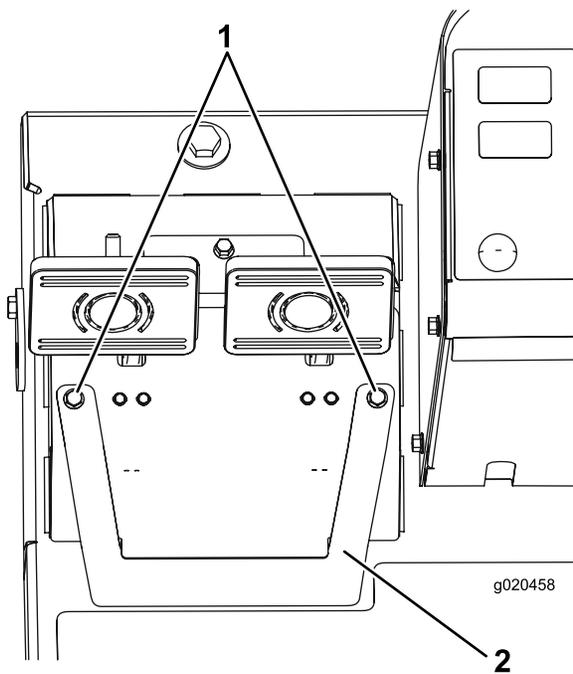

Рисунок 62
- A. Ослабьте 2 крепежных винта и снимите крышку регулировки тормоза (Рисунок 62).